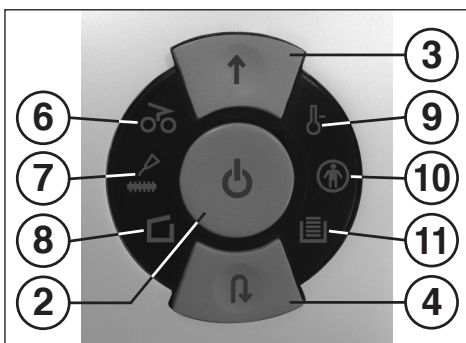

Abb. 1
**„Motorüberlastung“ (Abb. 1)**
**„Benutzersperre aktiviert“ (Abb. 1)**
**„Behälter voll“ (Abb. 1)**